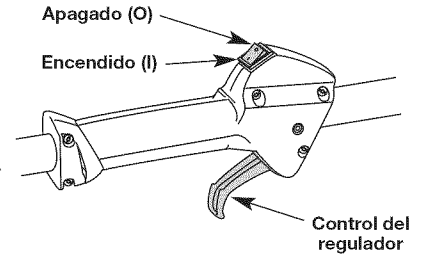

Fig. 13
NOTA: No hay necesidad de girar la unidad. Encendido/de parada el control (Fig. 13) está en la posición de trabajo siempre (I).
2. Coloque el control de encendido y apagado en posición de APAGADO (O) (Fig. 13).